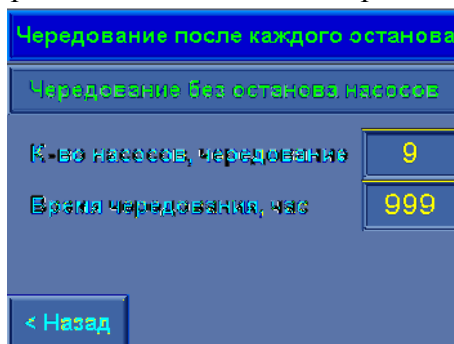

Рис. 10.30. Меню Режим чередования насосов
Функция чередования насосов программируется от экрана меню Режим чередования насосов (рис. 10.30).
2) Определить порядок чередования насосов. При выборе способа чередования «По наработке» на экране меню (рис.10.30) появляется клавиша «**Чередование без останова насосов / Чередование с остановом насосов**».